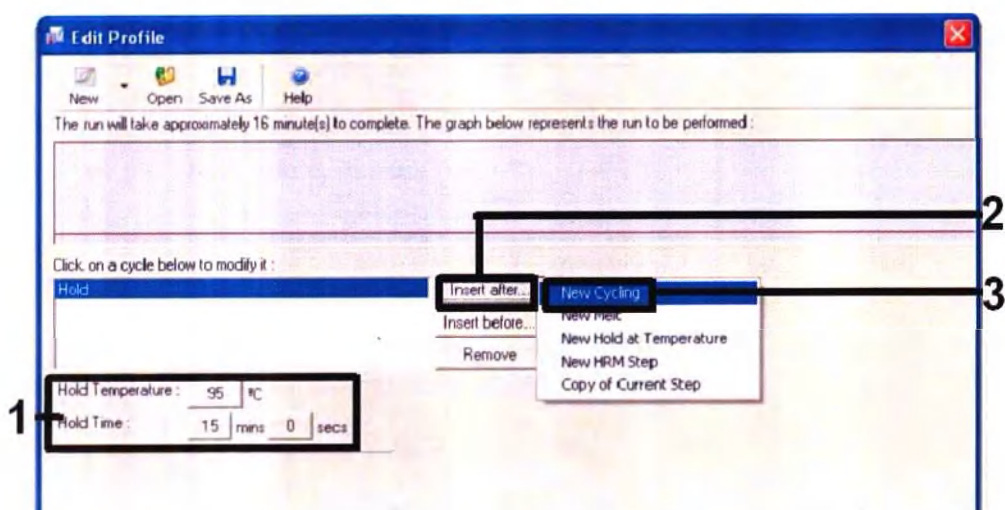

Рисунок 5. Начальный этап инкубации при температуре 95°C.
7. Измените значение в поле "поддерживать температуру" (Hold Temperature) на 95°C и в поле "время поддержания" (Hold Time) на 15 минут 0 секунд. Нажмите кнопку "вставить после" (Insert After) и выберите "новый цикл" (New Cycling) (см. Рис.5).